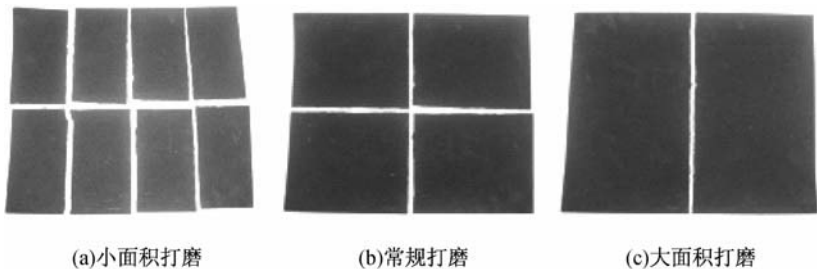

图 8-29 水磨砂纸裁剪法
(1)小面积打磨。小面积打磨时,将水磨砂纸长边对折2次,短边对折1次,裁成 $1/8$ 大小,规格约为 $11.5\text{ cm}\times 7\text{ cm}$,如图8-29(a)所示。这种尺寸的水磨砂纸配合打磨垫适合小面积打磨及涂面局部流痕处的磨平。
(2)常规打磨。常规打磨时,将水磨砂纸竖横各对折1次,裁成 $1/4$ 大小,规格约为 $11.5\text{ cm}\times 14\text{ cm}$,如图8-29(b)所示。这种尺寸的水磨砂纸大小适中,适合手握操作,方便灵活,是修理时最常用的。打磨时将水磨砂纸包在小垫块上,约 $1/2$ 面积为打磨面。
(3)大面积打磨。大面积打磨时,将水磨砂纸长边对折1次,裁成 $1/2$ 大小,规格约为 $14\text{ cm}\times 23\text{ cm}$ (这是根据打磨垫的规格裁剪的,如果自制的打磨垫较长,也可以沿短边对折),如图8-29(c)所示。一般打磨前把砂纸固定在标准打磨垫上,对于较大平面上的缺陷有较好的平整作用。